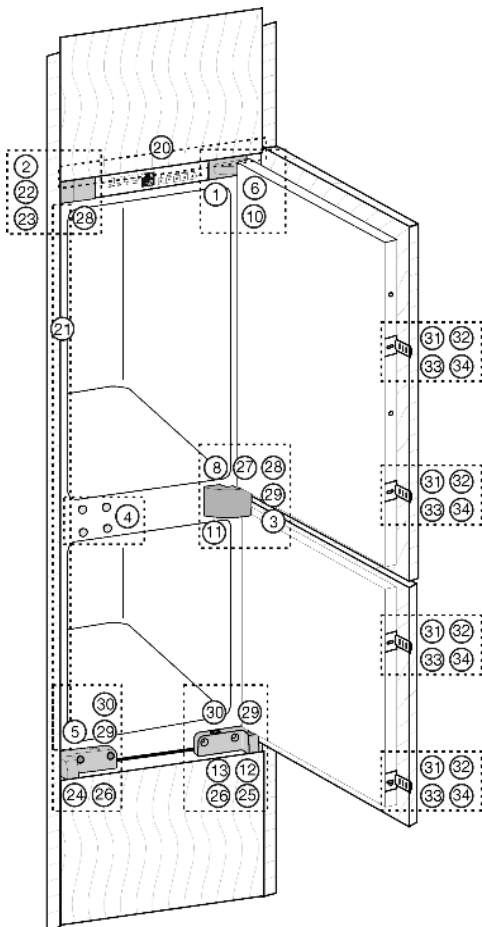
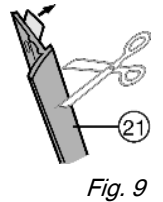
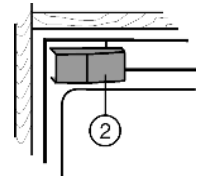

Fig. 6
Fig. 9
Fig. 10
- ▶ Colar a moldura de cobertura Fig. 9 (21) do lado da pega e junto à parte frontal, na parede lateral do aparelho: Retirar a película de protecção e colar a moldura de cobertura.
- ▶ Se necessário, encurtar a moldura de cobertura Fig. 9 (21) à altura do nicho.
- ▶ Colocar a moldura de cobertura Fig. 9 (21) exactamente abaixo do ângulo de fixação Fig. 6 (22).
- ▶ Remover a cobertura Fig. 10 (2).
- ▶ Na primeira montagem: Retirar a cobertura Fig. 6 (3) do apoio central Fig. 10 (11).